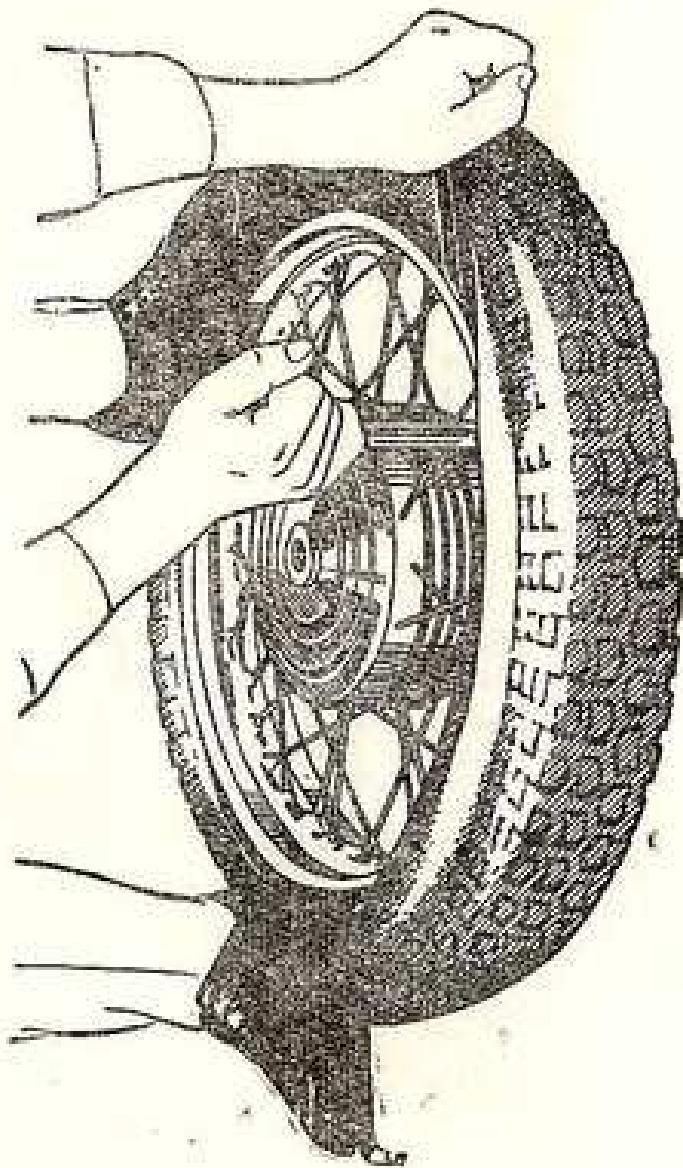

Рис. 21. МОНТАЖ ШИНЫ
**МОНТАЖ ШИНЫ.** Перед укладкой камеры удалить из шины предмет, которым повреждена камера, сор и песок. Камеру, слегка накачанную, уложить в шину, приподняв тальком, ввести вентиль в отверстие обода и навернуть на него гайку. Борт шины с противоположной от вентиля стороны надевается на обод колеса и вдавливается в желоб обода (рис. 21). При этом необходимо следить, чтобы край шины не защемил камеру. Вдавливая шину в желоб обода, лопатками за править ее за борт обода колеса равномерно с обеих сторон по направлению к вентилю. По окончании монтажа проверить правильное положение шины на ободе. После этого давление в шине доводится до нормального.